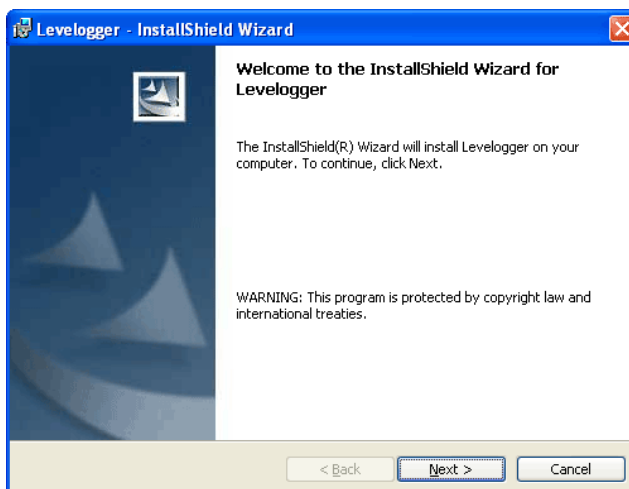

Figura 3-1 Asistente de instalación de software
- 3) El asistente de instalación de software lo guiará a través del resto del proceso de instalación. La figura 3-1 muestra el asistente de instalación de Levelogger.